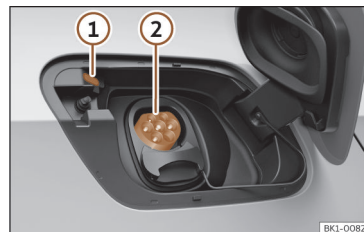

Fig. 56 Por trás da tampa de carregamento da bateria na parte traseira direita: tomada de carregamento.
>>> Fig. 56
O LED (indicador do processo de carregamento) da tomada de carregamento pisca e emite cintilações brancas >>> Fig. 56 ① >>> Página 84.